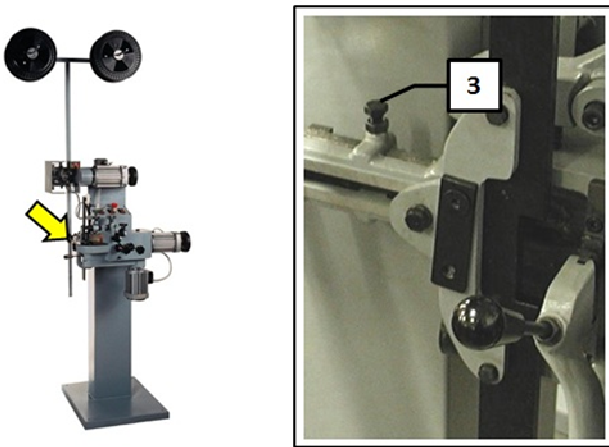

Рисунок 30
- Ослабьте блокировочный винт 3 (см. Рисунок 30).